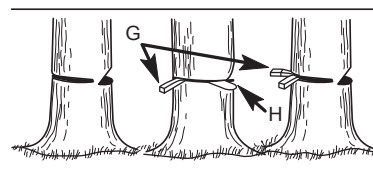

FIG. 2
- Utilice cuñas de madera o plástico (G fig. 2) para evitar que la barra o la cadena queden atrapadas en el tronco.